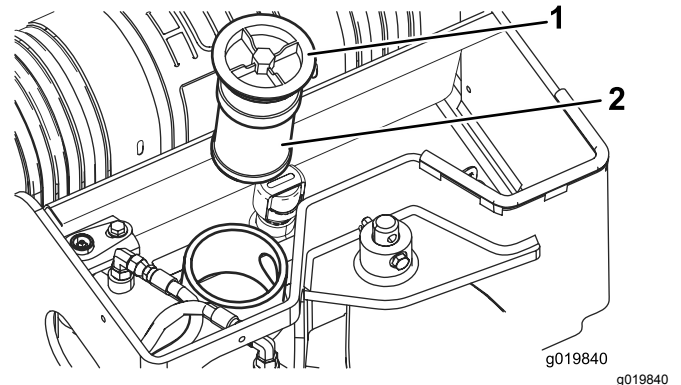

図 61
4. 古いフィルタを外して捨てる **図 61**。
5. 新しいフィルタを取り付け、キャップをして上部ボルトを  $21-25 \text{ N}\cdot\text{m}$   $2.3-2.8 \text{ kg}\cdot\text{m}$  =  $200-240 \text{ in}\cdot\text{lb}$  にトルク締めする **図 61**。
5. 油圧オイルタンクのフィルタとキャップ **図 61** を取る。
10. フィルタを取り付け、キャップをして上部ボルトを  $21-25 \text{ N}\cdot\text{m}$   $2.3-2.8 \text{ kg}\cdot\text{m}$  =  $200-240 \text{ in}\cdot\text{lb}$  にトルク締めする 図 61。